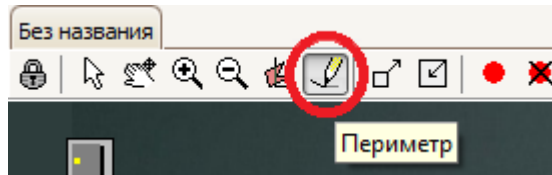

Рис. 11 – Выбор рисования полигона
- Нажать кнопку рисования линии периметра на панели инструментов (Рис. 11).